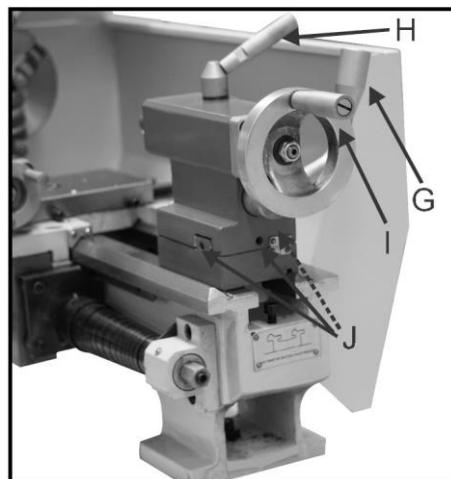

Рис.13
9. Ручка для зажима задней бабки (G, рис. 13)
10. Рычаг зажима пера задней бабки. (H, рис. 13)
11. Рычаг зажима пера передней бабки (I, рис. 13)
12. Регулировка смещения задней бабки (J, рис. 13)